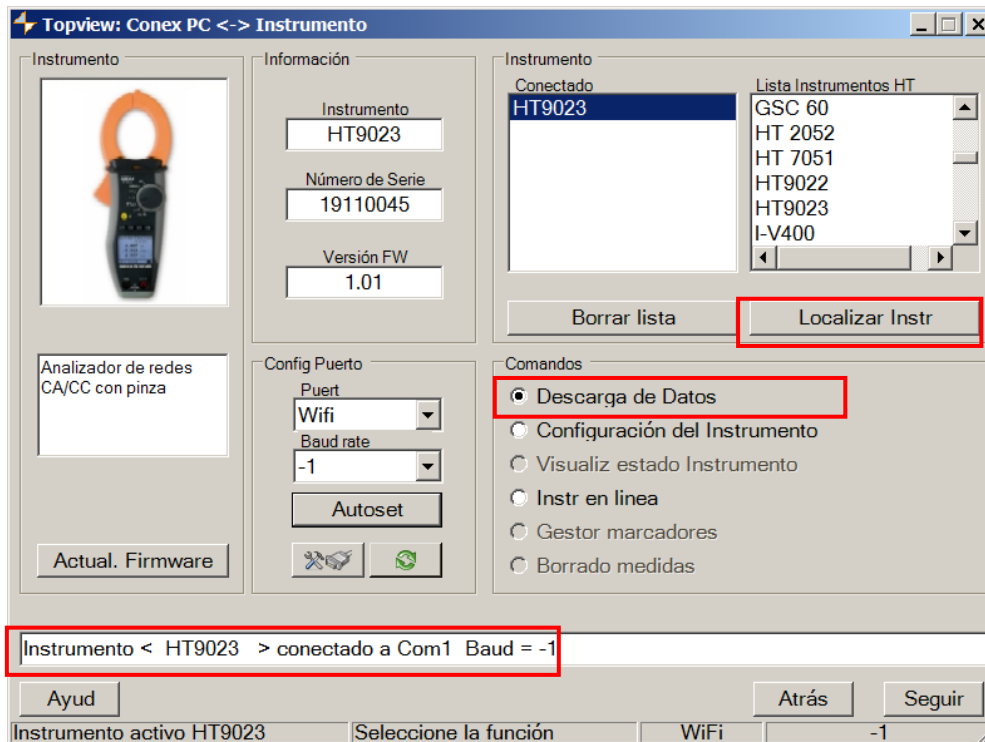

Fig. 16: Reconocimiento del instrumento en el software TopView
- Iniciar el software TopView y abrir la sección "**Conex PC → instrumento**", ejecute el comando "Localizar instrumento" y verifique el reconocimiento (ver Fig. 16)